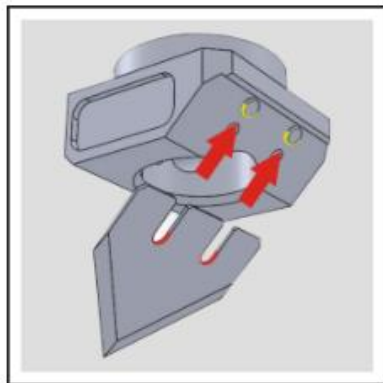

Рис.19
- Приложить лезвие к наклонной плоскости держателя таким образом, чтобы оба паза совпали с направляющими штифтами (Рис. 19).